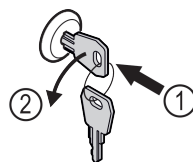

Fig. 162
- ▶ Włożyć kluczyk. Fig. 162 (1)
- ▶ Przekręcić kluczyk o 90° w lewo. Fig. 162 (2)